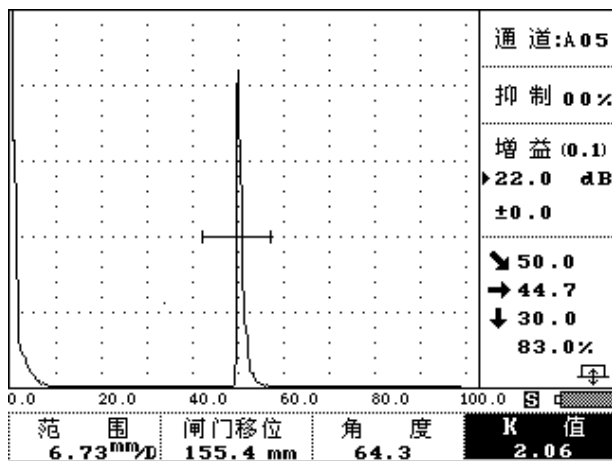

图 3-5-7
③ 此时如果已找到该测试孔的最高回波，则按 **确认** 键或转动旋钮到 **确认** 栏单击旋钮仪器将自动计算 K 值。如图 3-5-7。并在屏幕下方出现提示：